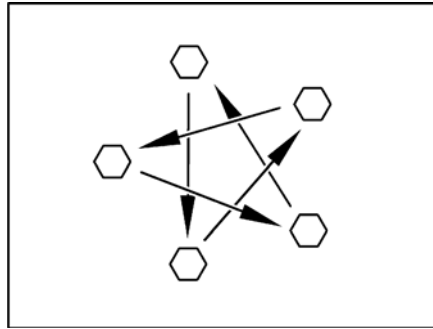

Fig. 319 Serrer en croix les écrous ou les boulons de roue
- Vérifier régulièrement le serrage des écrous ou des boulons de roues. Resserrer alternativement et en croix (Fig. 319) tous les écrous ou les boulons de roue 50 km après le changement d'une roue.
- ▷ Serrer en croix les écrous ou les boulons de roue (Fig. 319).